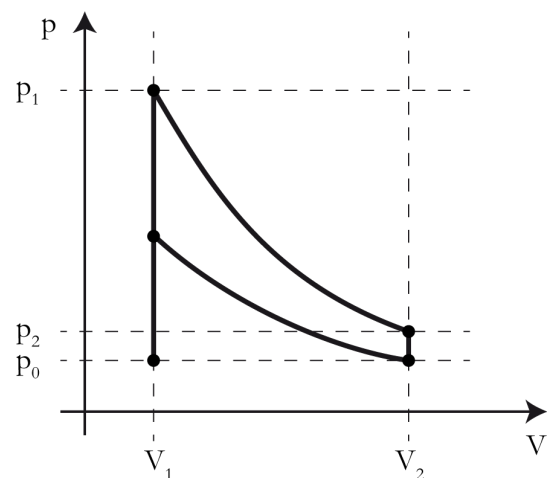

FIGURE 6 – Démarrage du moteur : premier aller-retour du piston. On représente la pression p dans le cylindre en fonction de son volume V .
14. Reproduire sur votre copie la figure 6 ci-contre représentant le premier « cycle » du moteur et la compléter : orienter le cycle, donner des noms aux différents points du diagramme (P, V) et préciser à quelles parties correspondent les différentes phases de fonctionnement du moteur (admission, échappement, remontée et descente du piston).